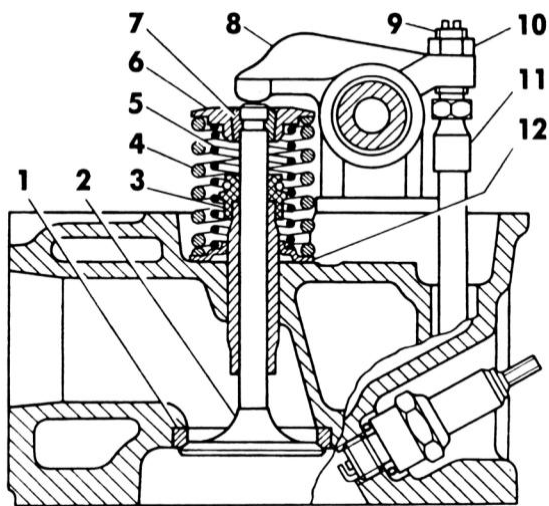

Рис. 8. Привод впускного клапана:
Впускные и выпускные клапаны расположены в головке блока цилиндров вертикально в ряд. Привод клапанов осуществляется от распределительного вала через толкатели, штанги толкателей и коромысла (рис. 8).
- проверить с помощью щупа зазоры между коромыслами и клапанами первого цилиндра. При необходимости с помощью регулировочного винта 9 (рис. 8) установить зазор по щупу, после